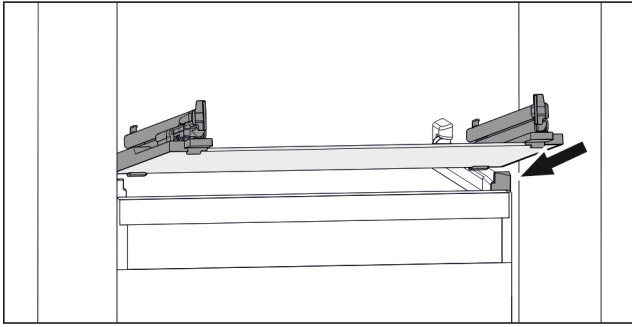

Fig. 73 Beispielhafte Darstellung der Glasplatte
- Glasplatte schräg hinter den Stoppern aufsetzen. (zie Fig. 73)